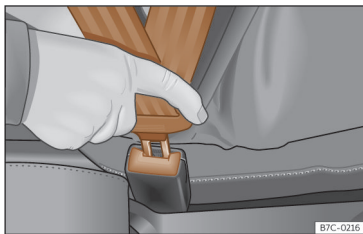

Fig. 23 Insertar la lengüeta del cinturón de seguridad en su cierre.
- Encastre la lengüeta en el cierre del asiento correspondiente >>> **fig. 23.**